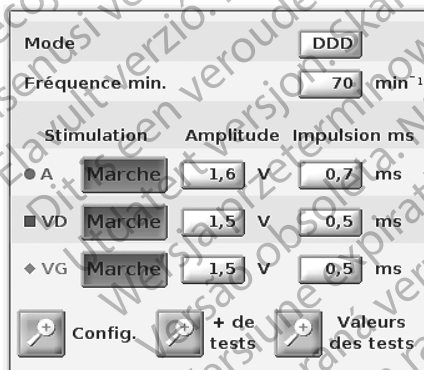

Figure 10. Panneau Stimulation du PSA et Sortie
- Panneau Stimulation du PSA et Sortie (Figure 10 en page 24)